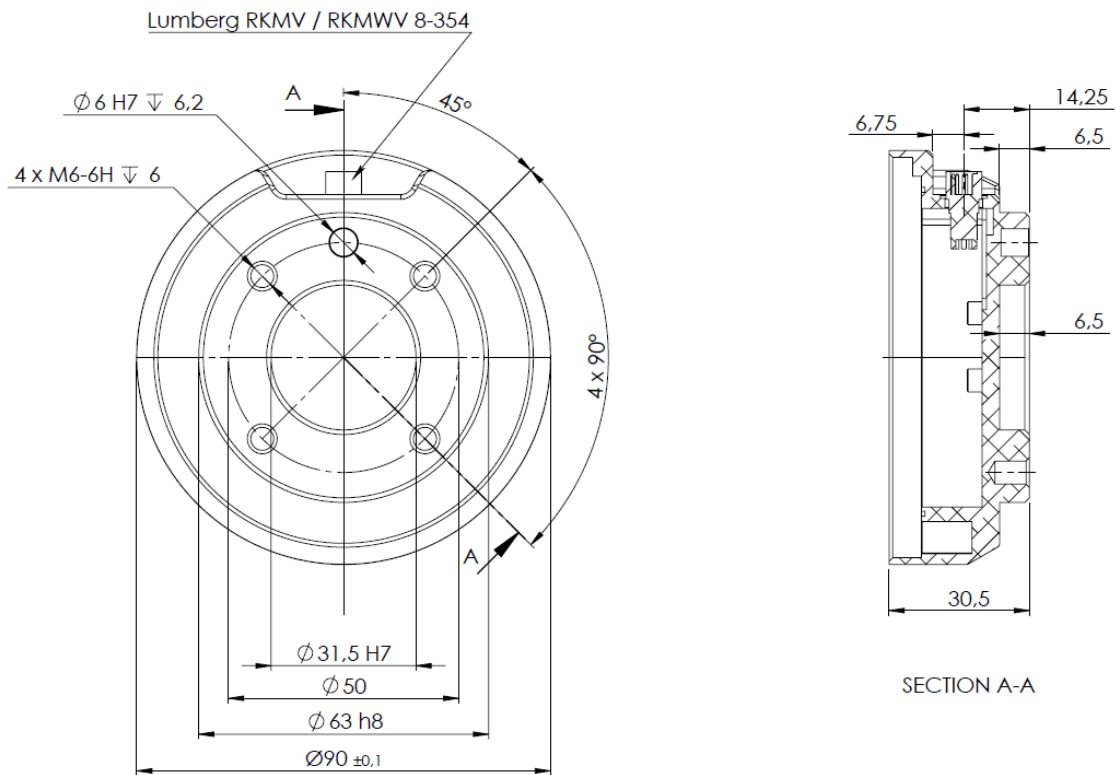

Figura 4.2: Flanșa de ieșire a sculei, ISO 9409-1-50-4-M6. Aici se montează scula la vârful robotului. Toate măsurile sunt în mm.
**Sculă** Flanșa sculei robotului are patru găuri filetate M6 pentru atașarea unei scule la robot. Șuruburile M6 trebuie strânse cu 9 N m. Dacă se dorește o poziționare foarte precisă a sculei, există 6 Ø găuri de utilizat cu un știft. Figura 4.2 indică unde să se dea găurile și să se monteze șuruburile.